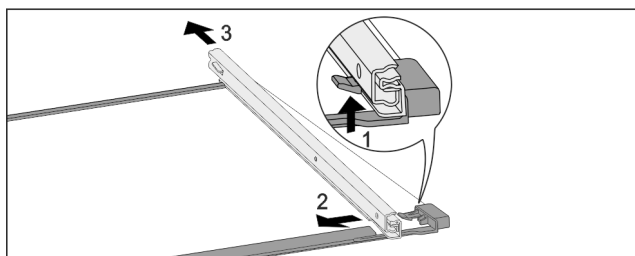

Fig. 172 Sklenená doska s koľajničkami
- ▶ Potlačte predný západkový hák nahor. Fig. 172 (1)
- ▶ Odsuňte vyťahovaciu koľajničku do strany Fig. 172 (2) a dozadu Fig. 172 (3).